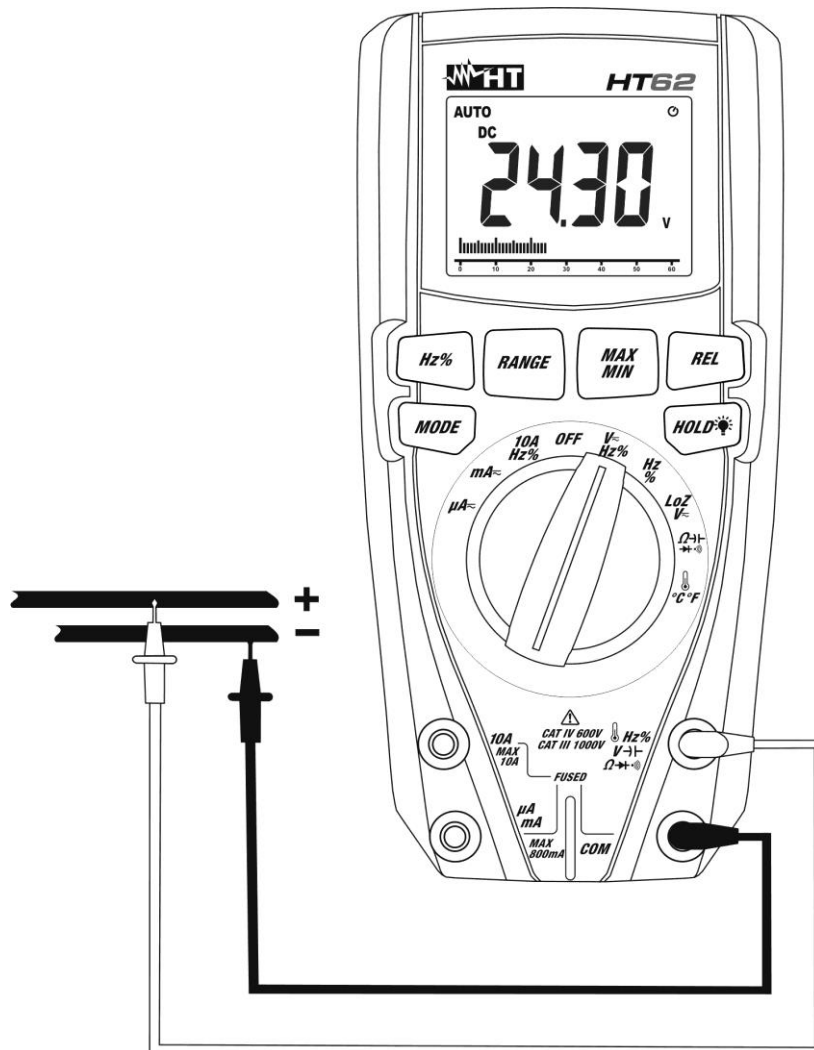
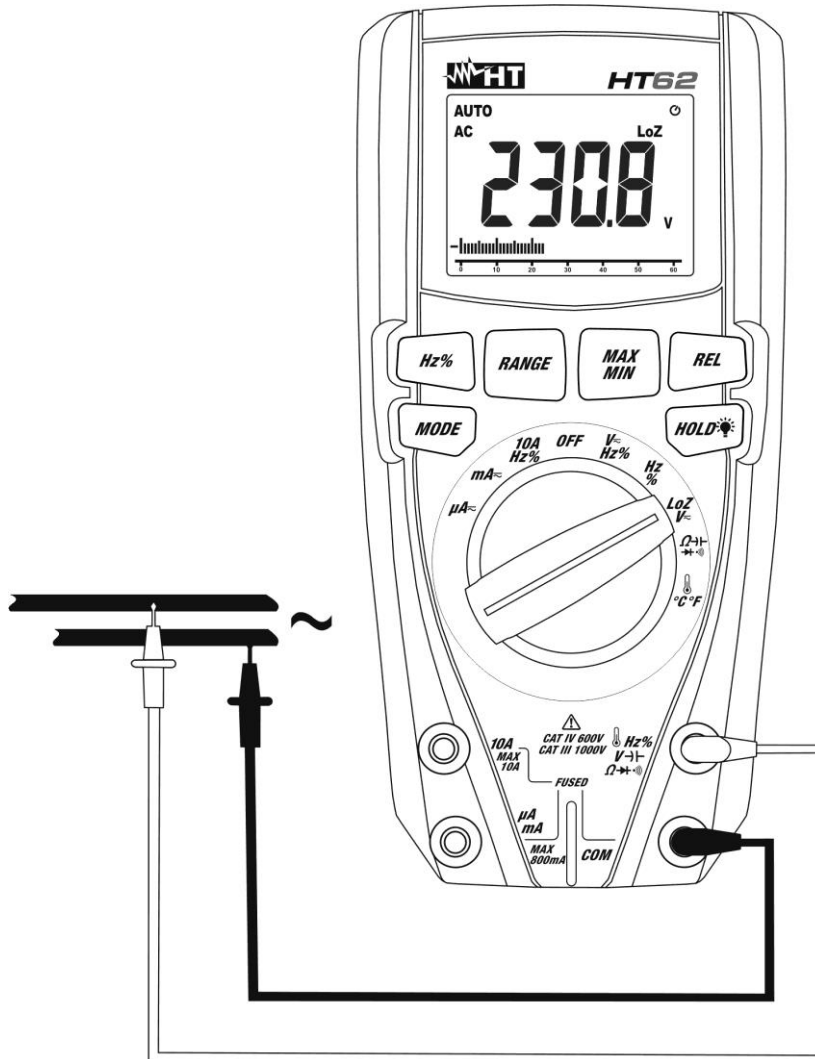

Fig. 2: Mesure de Tension DC
Fig. 4: Mesure de Tension AC/DC à basse impédance (LoZ)
4. Positionner l'embout rouge et l'embout noir respectivement dans les points à potentiel positif et négatif du circuit sous test (voir la Fig. 2). La valeur de tension apparaît à l'écran
6. L'affichage du symbole « - » sur l'écran de l'instrument indique que la tension a une direction opposée par rapport à la connexion de Fig. 2.
4. Positionner l'embout rouge et l'embout noir dans les points du circuit sous test (voir la Fig. 4) pour mesure de tension AC ou respectivement dans les points à potentiel positif et négatif du circuit sous test (voir la Fig. 2) pour mesure de tension DC. La valeur de tension apparaît à l'écran